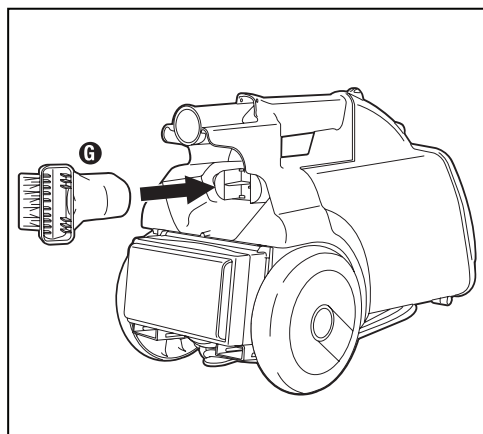

Fig.4
Étape 4 : Placez l'outil combine **G** dans la position de rangement à l'arrière du traîneau (Fig. 4).